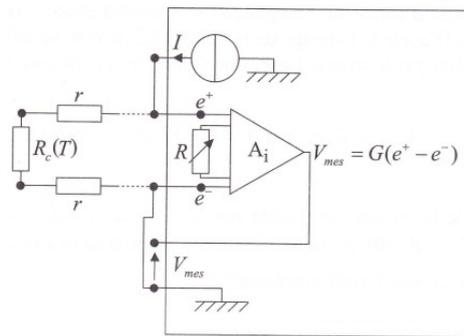

Figure 3
2. La Pt100 est maintenant mise en service à distance de la carte et on doit tenir compte de la résistance des fils de liaison. Ces fils de liaison sont des fils de cuivre de résistivité  $\rho = 1,72 \cdot 10^{-8} . \Omega . m$  , de diamètre  $d = 0,5 \text{ mm}$  et de longueur  $l = 5 \text{ m}$ . Chaque fil est modélisé par sa résistance  $r$  (figure 3).